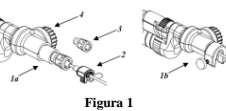

Figura 1
- Se si sta utilizzando un manipolo del canale in funzione (**Figura 1**), è stato aggiunto un meccanismo di controllo della profondità con raccordo luer (**1a**) o un attacco MINOP unico (**1b**) per l'interfaccia con gli endoscopi.